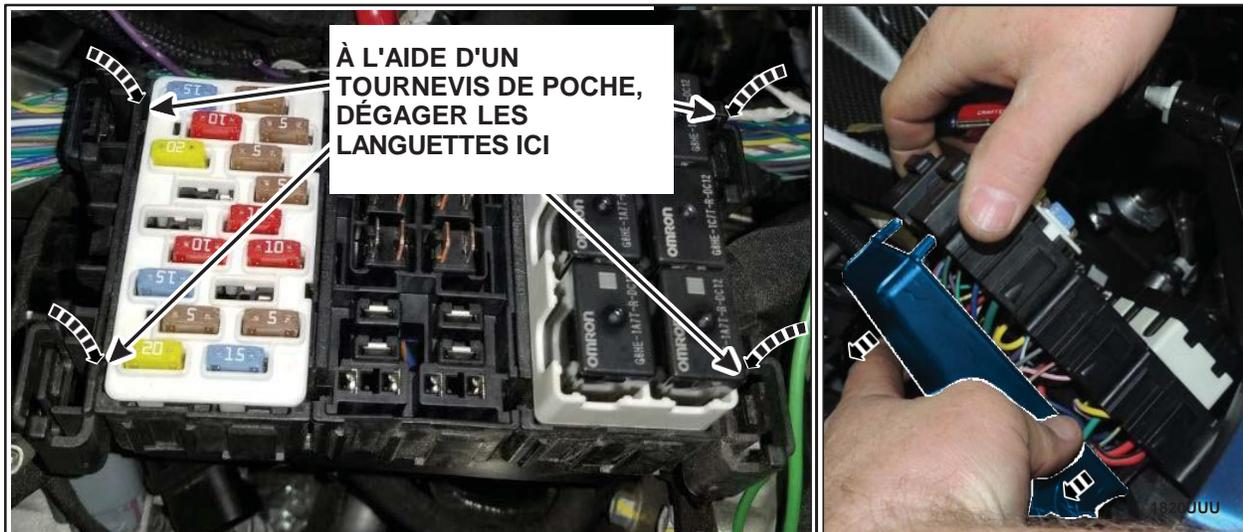

FIGURE 27
30. Dégager les quatre languettes et déposer le couvercle inférieur du boîtier de raccordement auxiliaire (AJB). (Figure 27)